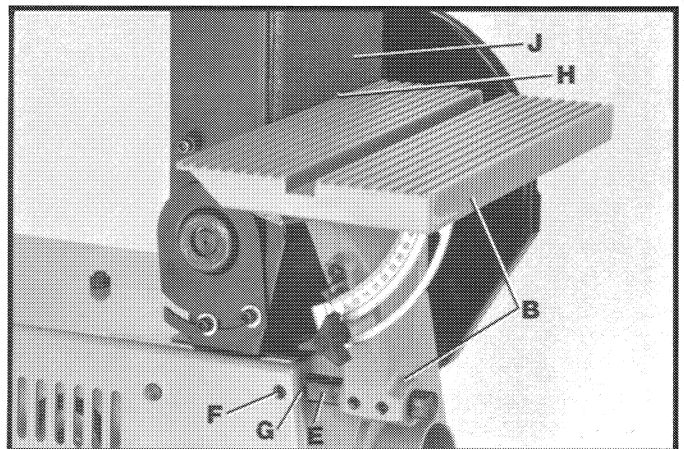

Fig. 34
3. Afloje el tornillo de fijación (F) Fig. 34 e inserte la barra de apoyo (E) y el conjunto de la mesa (B) en el agujero (G) de la unidad de correa. Apriete el tornillo de fijación (F) para sostener la barra de apoyo y el conjunto de la mesa en su sitio. **ADVERTENCIA: EL BORDE DE LA MESA (H) FIG. 34 DEBE COLOCARSE A UN MAXIMO DE 1/16 PULG. DE LA CORREA DE LIJADO (J) PARA EVITAR ATRAPAR EL MATERIAL O LOS DEDOS ENTRE LA MESA Y LA CORREA DE LIJADO.**